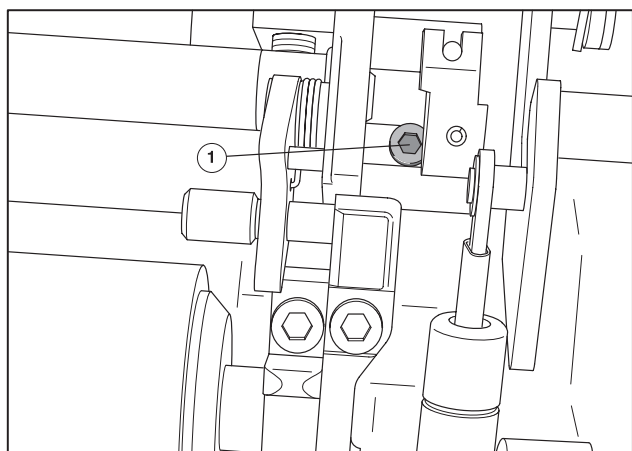

Рис. 22 Регулировочный винт накатного валика увлажнения
- 14 Вращайте соответственно регулировочные винты (Рис. 22/1, здесь: сторона обслуживания) инструментом печатника.